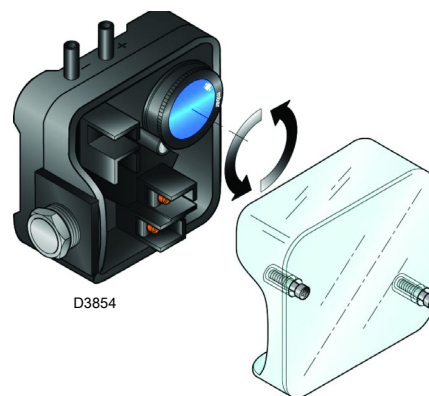

图 21
- 调节风压开关 (图 21) 到量程的起始位置。
应在完成所有上述燃烧器调节后再调节风压开关 (图 21)，此时风压开关应设定在量程的起始位置。